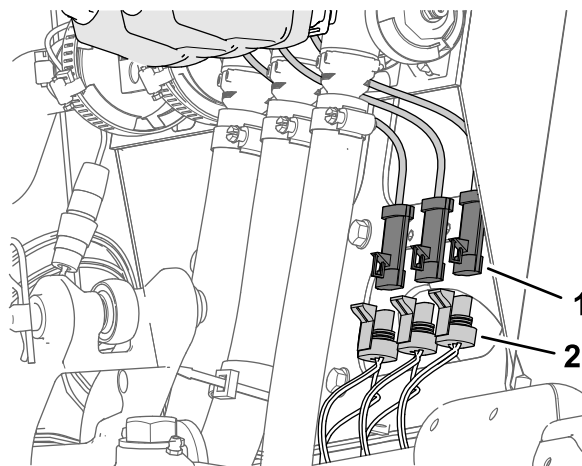

Рисунок 31
1. Отсоедините 3-гнездовые разъемы с маркировками LEFT SPRAY VALVE (КЛАПАН ЛЕВОЙ СЕКЦИИ ОПРЫСКИВАТЕЛЯ), CENTER SPRAY VALVE (КЛАПАН СРЕДНЕЙ СЕКЦИИ ОПРЫСКИВАТЕЛЯ) и RIGHT SPRAY VALVE (КЛАПАН ПРАВОЙ СЕКЦИИ ОПРЫСКИВАТЕЛЯ) жгута проводов машины от 3-штыревых разъемов на 3 приводах клапанов опрыскивателя (Рисунок 31).